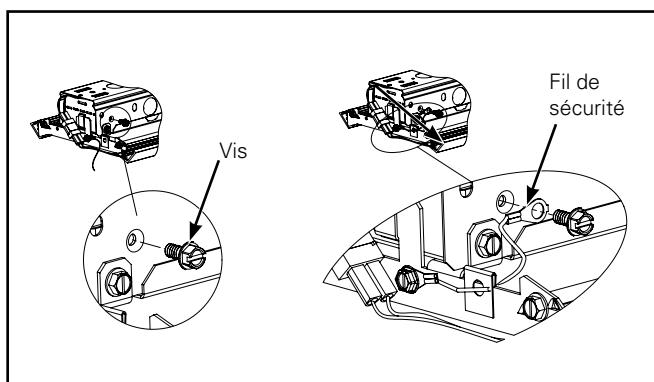

Figure 13.
- Pour installer le fil de sécurité, retirez la vis de l'assemblage du canal et fixez à nouveau le fil de sécurité avec la même vis. (Figure 13.)